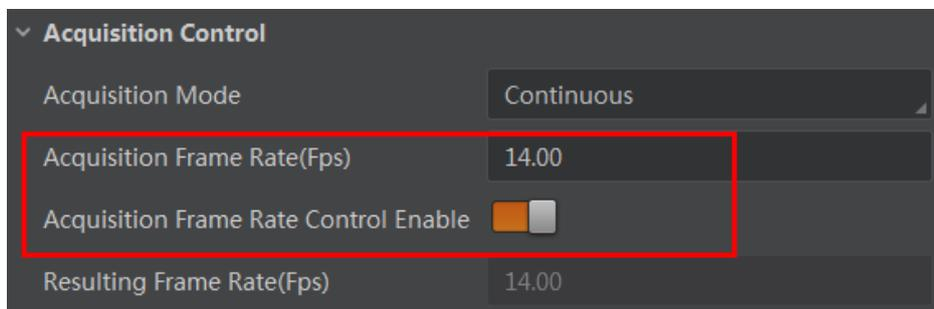

图3-7 帧率设置
2. 启用的下方 *Acquisition Frame Rate Control Enable* 参数，如图 3-7 所示。